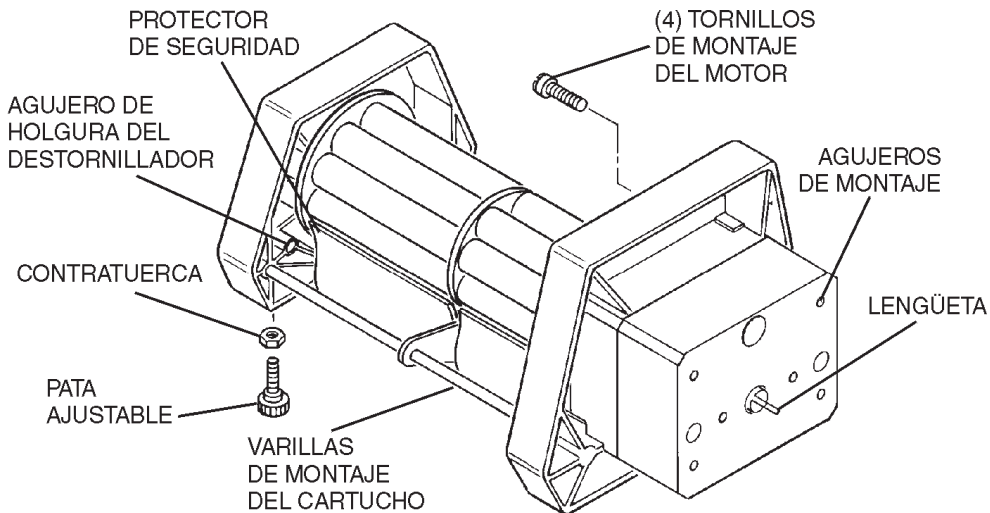

FIGURA 2 MONTAJE DE LA BOMBA
1. Conecte la bomba al mando alineando la lengüeta de la cabeza de la bomba (vea la Figura 2) con la ranura del eje del mando del motor.